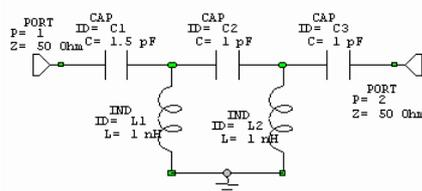

Рис. 3.9. Схема фильтра
**Добавление заземления.** Для завершения схемы фильтра нужно добавить порты  и заземления . Добавьте два порта на входе и выходе, щелкнув левой клавишей на кнопке **Port** (порт), расположенной на инструментальной панели. Подобно другим элементам, они могут вращаться нажатием правой кнопки мыши. Добавьте элемент «земля». Завершите создание схемы фильтра (рис. 3.9.)